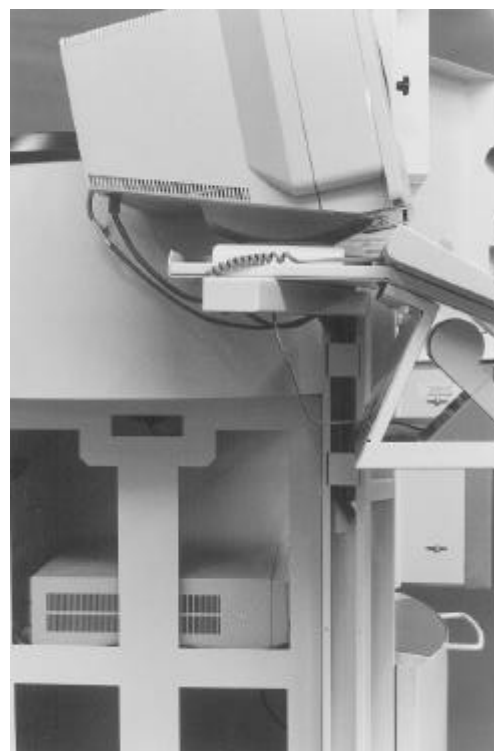

figure 9
- Introduire dans la machine les câbles du clavier et du moniteur - ainsi que les câbles de la souris et de l'imprimante à étiquette le cas échéant - (figure 9), en les faisant passer par le support; il s'agit de faire attention au sens de la marche!